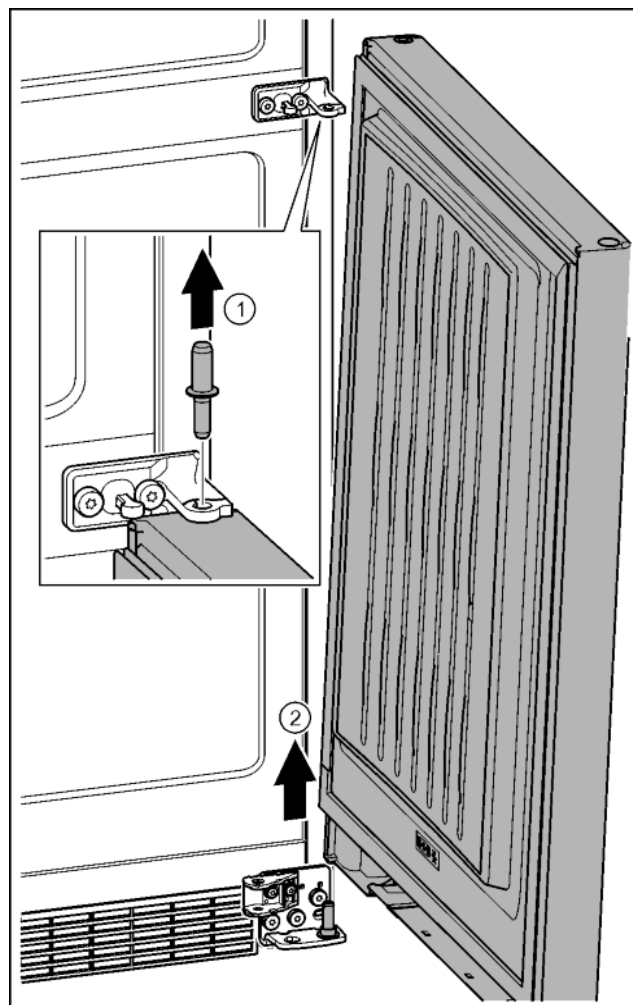

Fig. 27
- ▶ Extrageți în sus bolțul. Fig. 27 (1)
- ▶ Pivotați ușa în exterior, trageți în sus și așezați-o în lateral. Fig. 27 (2)